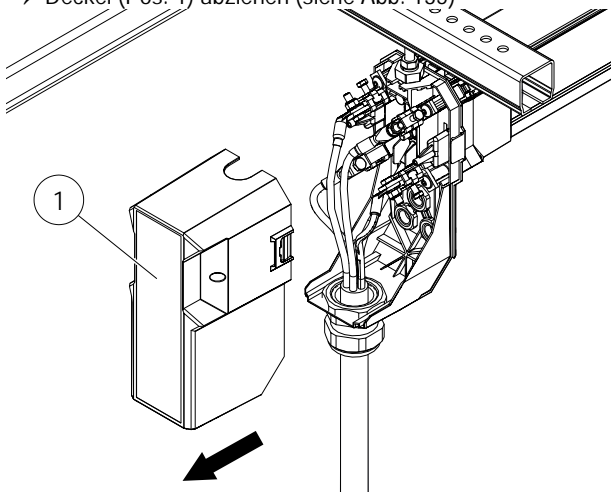

Abb. 135: Deckel (Pos. 1) abziehen
- Deckel (Pos. 1) abziehen (siehe Abb. 135)